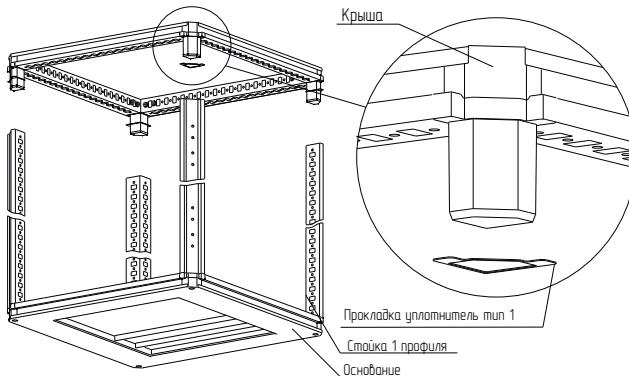

Рисунок 2
4.1.5 Вставить угловые элементы крыши в стойки 1 профиля, придерживая прокладки уплотнителя типа 1 на угловых элементах крыши (рисунок 2).